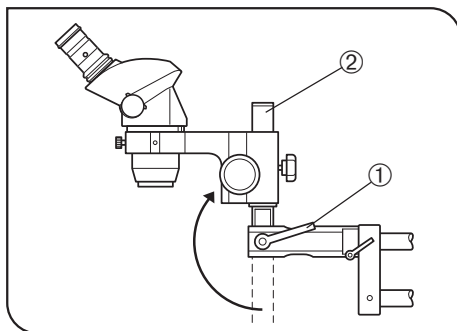

Fig. 20
5. Cuando esté observando una muestra a alta o utilizando un objetivo auxiliar con una distancia de trabajo larga, afloje la palanca de fijación de inclinación ①, gire el eje de montaje ② 180°, de forma que quede mirando hacia arriba, y monte el cuerpo del microscopio sobre el brazo horizontal. (Fig. 20)